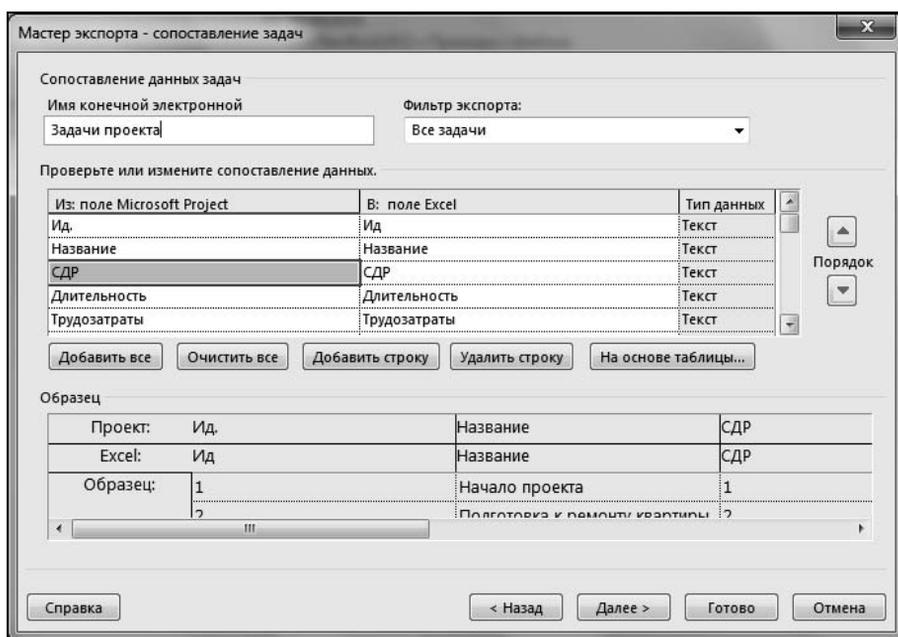
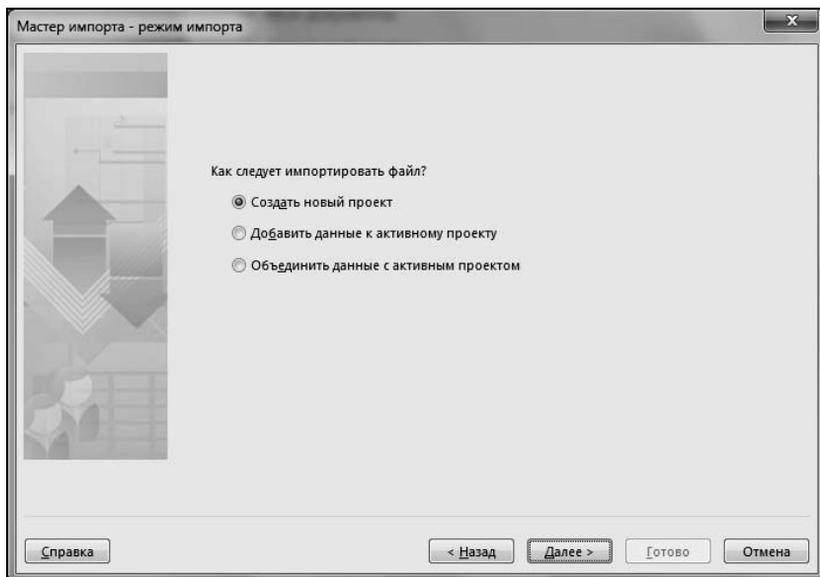

Рис. 10.3. Окно основного описания схемы экспорта
Рис. 10.4. Выбор режима использования импортируемой информации
7. Расположенная в центре окна, показанного на рис. 10.3, таблица предназначена для создания схемы экспорта методом сопоставления полей базы данных Project и колонок книги Excel. Основная таблица этого окна включает три столбца:
8. Заполняя эту таблицу, пользователь получает возможность с помощью интуитивно понятных средств интерфейса сформировать описание схемы экспорта информации о данных выбранного типа, включив в нее требуемые поля (см. пример — описание схемы экспорта данных о задачах на рис. 10.3).
В нижней части показанного на рис. 10.3 окна располагается снабженное при необходимости горизонтальной полосой прокрутки изображение первых строк формируемой таблицы импорта/экспорта в заполненном реальными данными виде, что позволяет визуально контролировать правильность полученной схемы экспорта.
5. Затем будет автоматически сформирован запрос на режим обработки загружаемой информации (рис. 10.4).
- Показанное на рис. 10.4 меню позволяет не только создать новый файл проекта. Пользователь может добавить к активному файлу импортируемую информацию или объединить ее с содержанием активного файла. В последнем случае пользователь должен в окне, аналогичном показанному на рис. 10.3, выделить поле, которое будет использоваться в качестве ключа (например, поле **Ид.**), и нажать кнопку **Задать ключ объединения**.